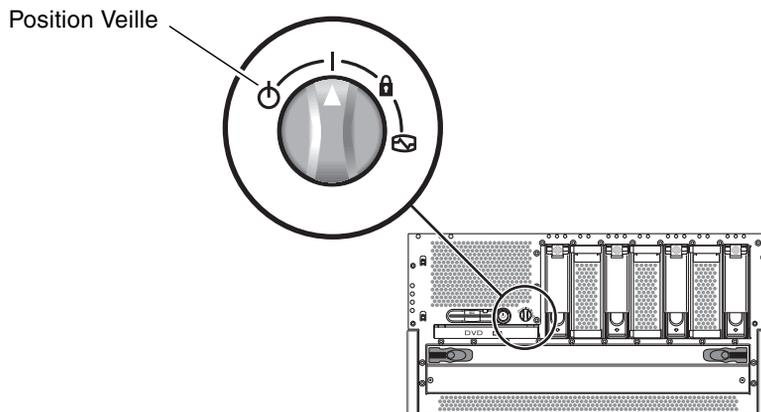

FIGURE 4-20 Mise du commutateur rotatif sur la position Veille
2. Mettez le commutateur rotatif sur la position Veille (voir FIGURE 4-20).